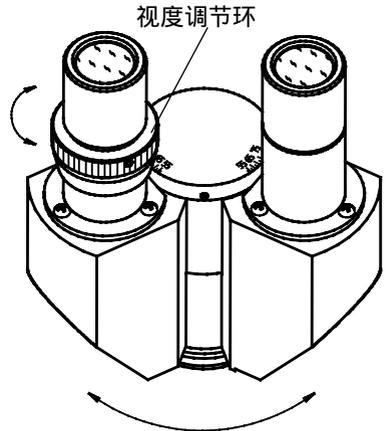

图 5
1) **视度调节** 通过位于左目筒座上的视度调节环，可以修正不同使用者双眼视度的个体差异，见图 5。利用 40X 的目镜,单独用右眼观察样本，调焦至成像清晰。然后用左眼观察，慢慢调节视度调节环使左眼也能观察到清晰的像。
2) **适当的瞳距**能带来舒适的观察效果。瞳距的调节通过铰链式的双目镜筒“折叠”来实现，参照图 5。